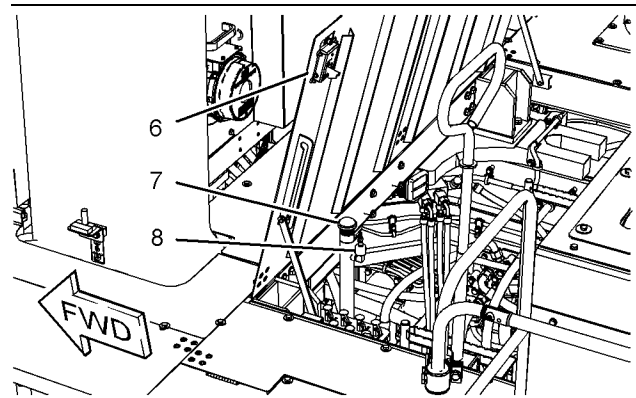

Ilustración 278
9. Consulte la ilustración 278 .
- a. Quite el respiradero de la transmisión (8).